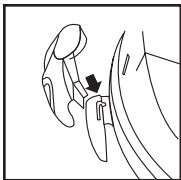

FIGURE 9
9. Insérez les onglets en forme de « J » dans les rainures du rembobineur **FIGURE 9.** Appuyez vers le bas jusqu'à ce que les onglets s'enclenchent en position.